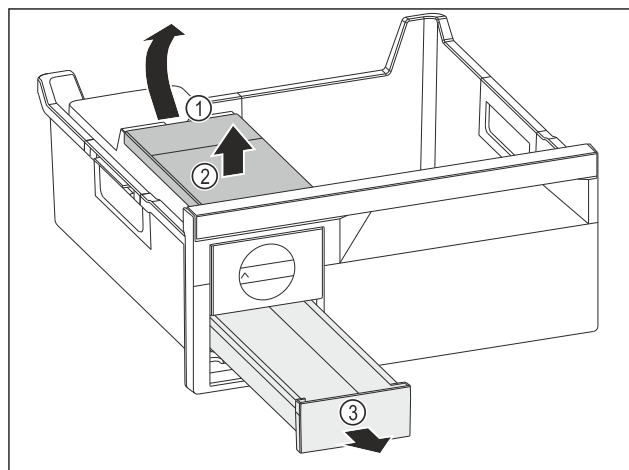

Fig. 140
- Vyjmutí nádržky na vodu: Zvedněte nádržku na vodu za vybrání Fig. 140 (1).
- Nádržku na vodu Fig. 140 (2) vyjměte nahoru.
- Zásuvku na kostky ledu Fig. 140 (3) vyjměte dopředu.